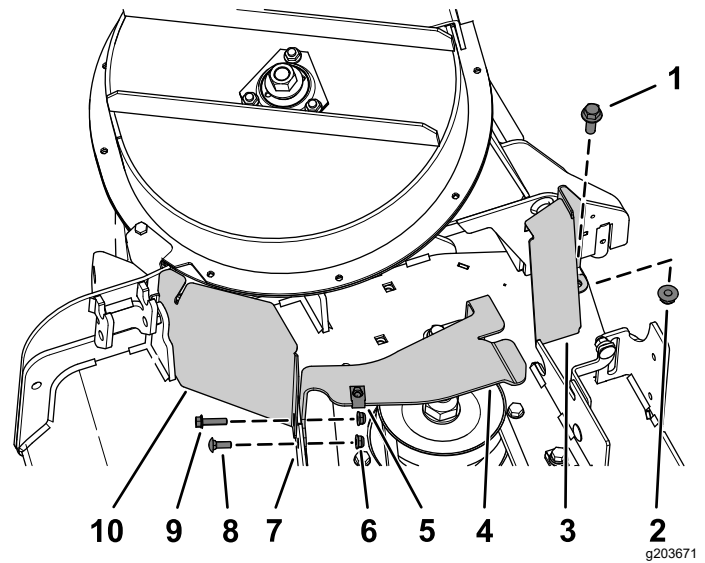

Bild 11
1. Fluchten Sie die Löcher der CE-Riemenscheiben-Schutzvorrichtung mit dem Loch in der vorderen Ablenkblech-Halterung und dem äußeren Loch im vorderen Mähwerkflansch aus (Bild 11).
2. Fluchten Sie die Halterung der CE-Riemenabdeckung mit den Löchern an der Rückseite des vorderen Mähwerkflansches aus (Bild 11).
3. Befestigen Sie die CE-Riemenscheiben-Schutzvorrichtung und die Halterung der Riemenabdeckung mit der Sechskantschraube ($\frac{1}{4}$ " x 1") und einer Bundmutter ($\frac{1}{4}$ ") im äußeren Loch des vorderen Mähwerkflansches, wie in Bild 11 abgebildet.
4. Befestigen Sie die Riemenscheiben-Schutzvorrichtung mit einer Schlossschraube ($\frac{1}{4}$ " x $\frac{3}{4}$ ") und einer Bundmutter ($\frac{1}{4}$ ") im inneren Loch des vorderen Mähwerkflansches, wie in Bild 11 abgebildet.
5. Fluchten Sie das Loch im hinteren Flansch der CE-Riemenabdeckungshalterung mit dem Loch im Mähwerk aus, aus dem Sie die Riemenabdeckungshalterung in Schritt 1 von Entfernen der Befestigungshalterung für die Abdeckung (Seite 3) entfernt haben; siehe Bild 11.
6. Befestigen Sie den hinteren Flansch der Halterung der CE-Riemenabdeckung mit einer Sechskantschraube ($\frac{3}{8}$ " x 1") und einer Bundmutter ($\frac{3}{8}$ ") am Mähwerk, wie in Bild 11 abgebildet.
7. Fluchten Sie die Klippmutter mit dem Loch oben in der Halterung der CE-Riemenabdeckung aus und drücken Sie die Klippmutter auf die Halterung (Bild 11).
8. Befestigen Sie die hintere Schutzvorrichtung mit einer Sechskantschraube ($\frac{3}{8}$ " x 1") und einer Bundmutter ($\frac{3}{8}$ ") lose am Mähwerk, wie in Bild 11 abgebildet.